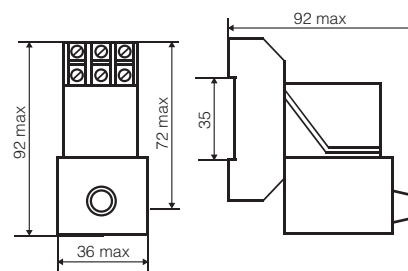

Рисунок 2. Реле с розеткой типа 2
- с розеткой типа 2 – крепление реле на DIN-рейку, с винтовыми зажимами для переднего присоединения проводников (**рис. 2**);